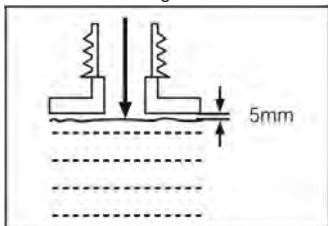

Fig. 7
4. Adăugați combustibil adecvat în rezervorul de combustibil. Lăsați un spațiu minim de 5 mm între partea superioară a combustibilului și marginea interioară a rezervorului pentru a permite expansiunea (Fig. 7).